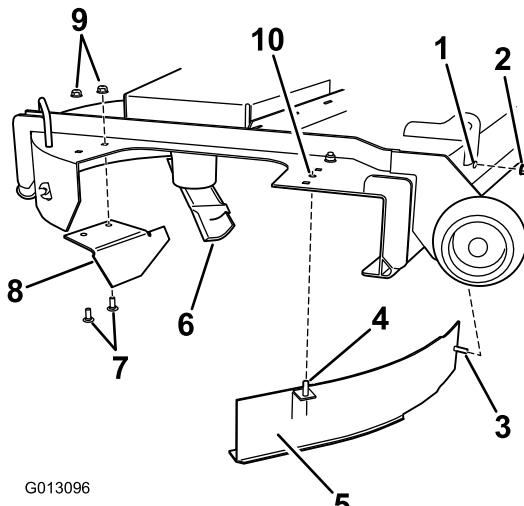

Figura 10
3. Localice el tabique biselado e instálelo en la carcasa usando los taladros traseros de la carcasa de corte (Figura 10).
4. Instale el deflecto curvo en la carcasa de corte (Figura 10).
Para carcasa de corte de 60 pulgadas (152,4 cm), vuelva a instalar el tabique que retiró anteriormente (Figura 10).